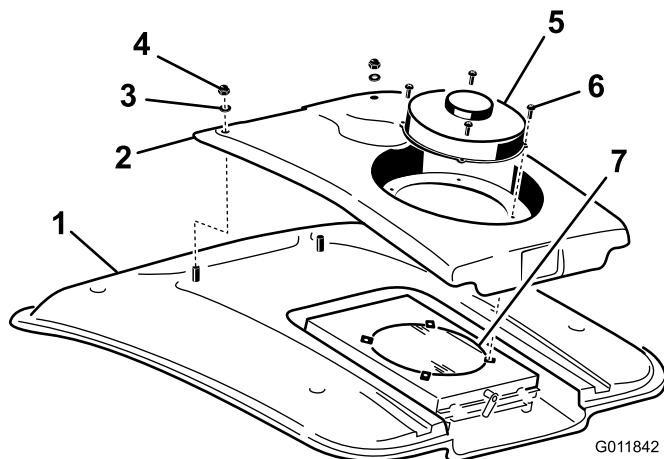

図 104
2. ファン取り付け部にファンとコンデンサを固定しているねじ(4本)を外す(図 104)。
4. コンデンサ・カバーの前部をキャブの屋根に固定しているナット(2個)とワッシャを外す(図 104)。
8. スクリーンを圧縮空気ですすいで洗淨する(図 104)。